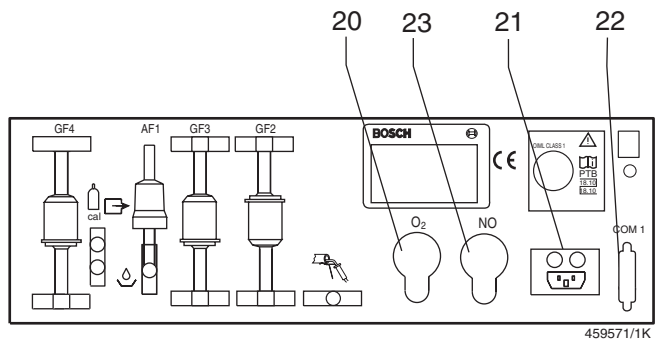

Figura 2, lado posterior:
El aparato puede equiparse con un generador de valor de medición de NO. El generador se atornilla en la parte posterior del aparato, en el lugar previsto para este fin (figura 2, pos. 23) (ver las instrucciones de instalación 1 589 978 360 para el juego de equipamiento posterior 1 687 001 440).